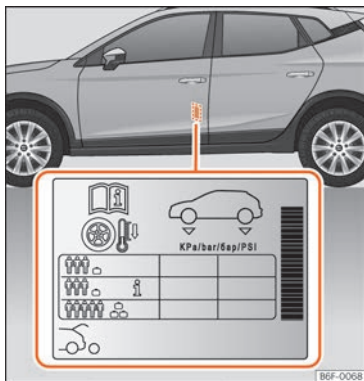

Fig. 189 Ubicación del adhesivo de la presión de inflado de los neumáticos.
- Adapte la presión de los neumáticos a la carga que lleva el vehículo » » » **fig. 189.**
Los valores de la presión de inflado se indican en la etiqueta adhesiva situada en la zona posterior del marco de la puerta delantera izquierda » » » **fig. 189.**
La presión de los neumáticos se debe adaptar a la carga actual del vehículo. Si el vehículo va a ir cargado al máximo, debe aumentar la presión de inflado al valor máximo de carga indicado en la etiqueta adhesiva » » » **fig. 189.**
En el caso de una rueda de emergencia minimizada (125/70 R16 o 125/70 R18), inflar a 4,2 bar de presión según se indica en la etiqueta de presión de los neumáticos » » » **fig. 189.**
En función del vehículo, se puede adaptar la presión de inflado de los neumáticos a media carga para aumentar el confort de marcha (presión de inflado **i** » » » **fig. 189**). Cuando se circula con la presión de inflado de confort, puede incrementarse ligeramente el consumo de combustible.
- El conductor es responsable de que todos los neumáticos del vehículo estén inflados a la presión correcta. La presión de inflado recomendada viene indicada en un adhesivo >>> **fig. 189.**
- Con los neumáticos en frío, deberá mantenerse siempre la presión indicada en el adhesivo >>> **fig. 189.**